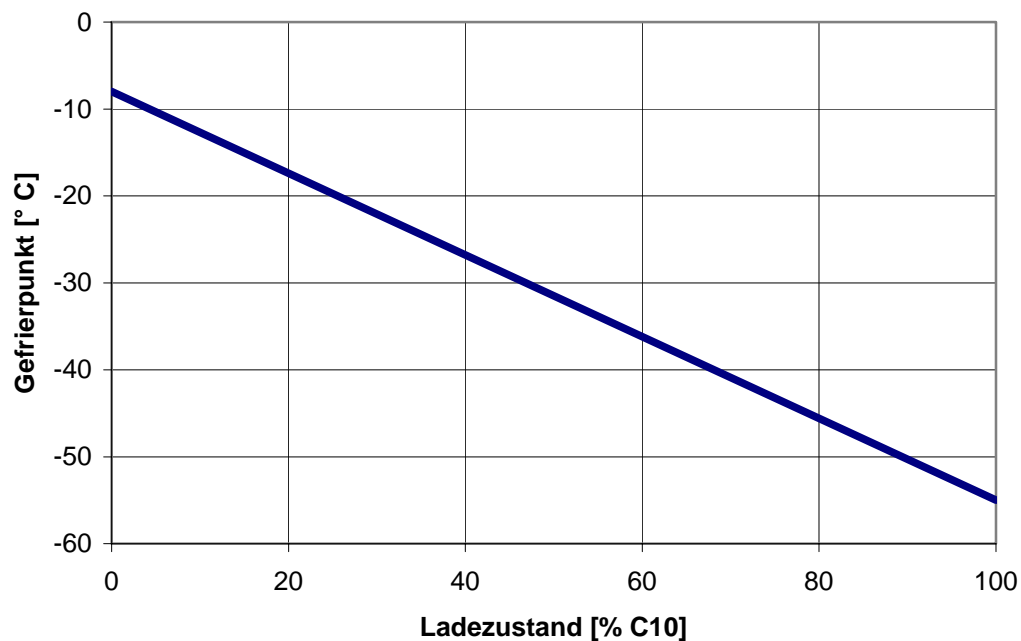

Abb. 12: Gefrierpunkt des Elektrolyten versus Ladezustand
- Unterhalb ca. -8°C besteht in Abhängigkeit von der Entladetiefe bzw. der entnommenen Kapazität das Risiko des Einfrierens des Elektrolyten (siehe Abb. 12).